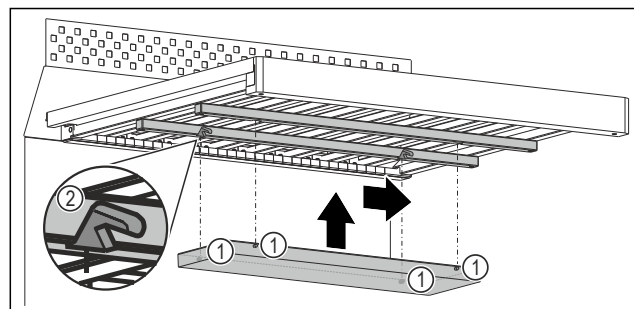

Fig. 110 Ілюстративне зображення
- ▶ Кожну пробку Fig. 110 (1) вставте у відповідний отвір Fig. 110 (2) на планках під дерев'яною решіткою.